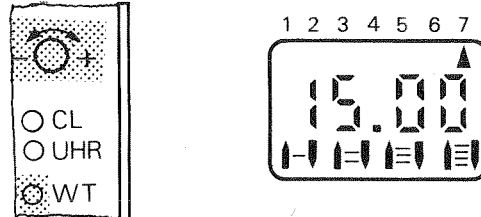

Abb. 12
3. Taste „**WT**“ drücken, und gleichzeitig Einstell-Drehknopf „-“  „+“ nach links oder rechts drehen bis „“ in der Anzeige auf „7“ (= Sonntag) zeigt (Abb. 12).